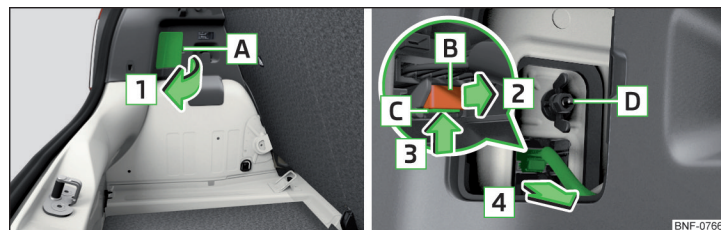

Fig. 181 Desmontar la lámpara / Quitar el conector
- › Levante el tapacubos en el área **A** en el sentido de la flecha **1** » fig. 181.
- Atornille y fije la tuerca plástica **D** » fig. 181.